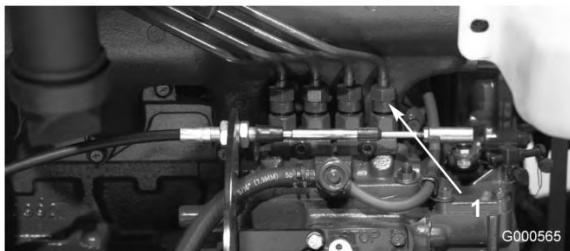

Figure 41
1. Desserrez le raccord entre l'injecteur N° 1 et le porte-injecteurs sur la pompe d'injection (Figure 41).